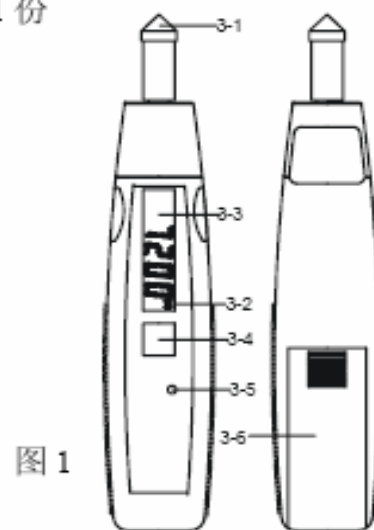

图 1
- b、 测量时显示监视显示符号 (图 1 中的 3-2)。